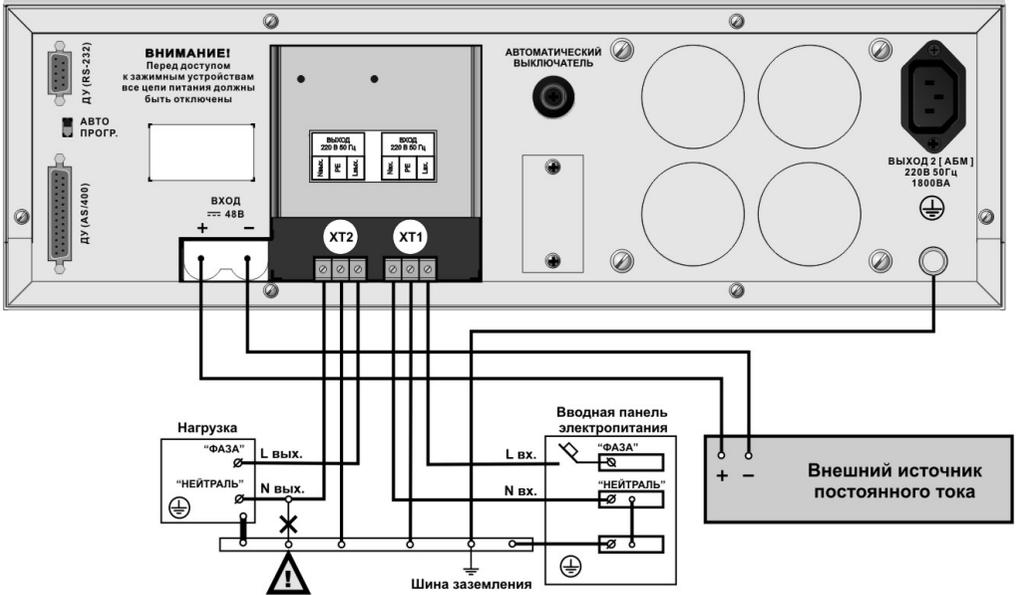

Рисунок 8 – Схема внешних соединений АБП со стационарным подключением
7.1.13 Подключить АБП согласно схемам, приведенным на рисунках 8, 9. Электрические соединения входа и выхода переменного тока АБП со стационарным подключением (рисунок 8), выполнить по трехпроводной схеме: "фаза" (L) – "нейтраль" (N) – "защитное заземление" (PE) к клеммным колодкам **ХТ1**, **ХТ2** в строгом соответствии с маркировкой, нанесенной на корпусе изделия. Назначение выводов клеммных колодок **ХТ1**, **ХТ2** указано на рисунке 10.